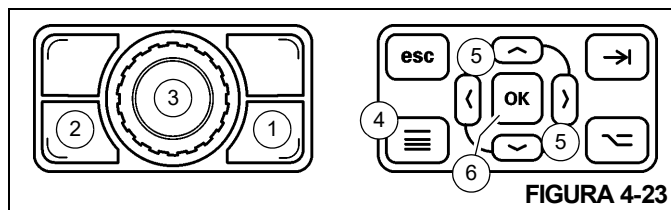

FIGURA 4-23
- Pressione o Botão de alternância de tela (1, Figura 4-23) no Botão rotativo para selecionar o controle de tela do ODM.
- Pressione o Botão Menu (4, Figura 4-23) na Placa de controle de navegação do ODM para ir para a Tela menu.